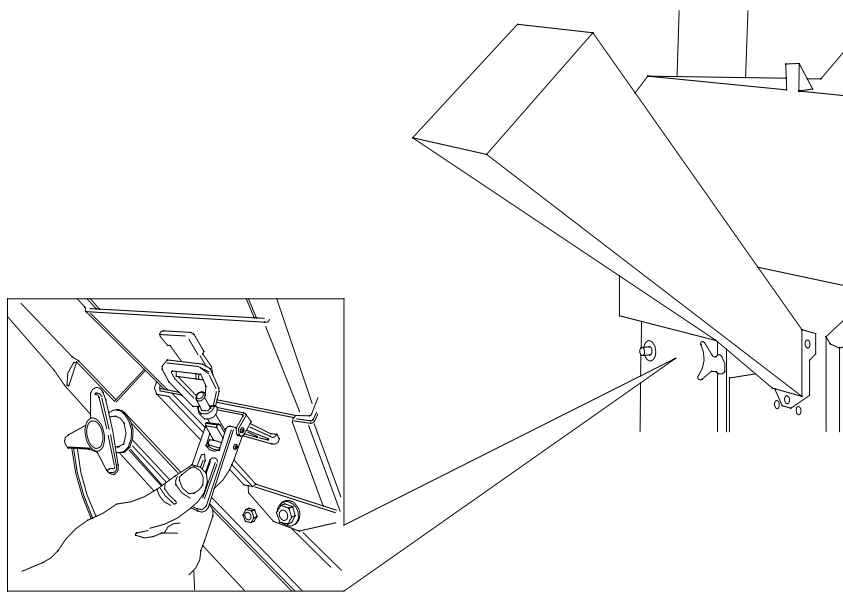

Fig. 5
Prévoir le montage de cette trémie (voir chap. 3) après vérification du blocage du crochet de fermeture (fig. 5).
- détacher le crochet de fermeture indiqué fig. 5 .